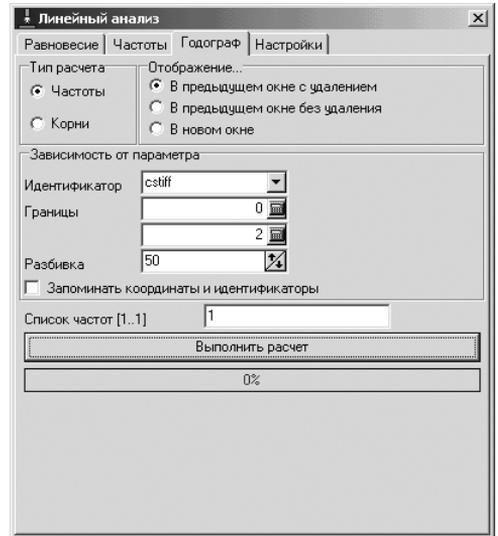

Рис. 1.50. Состояние диалогового окна **Линейный анализ** с открытой вкладкой **Годограф** и с введенными данными для параметра **ctstiff** (Коэффициент жесткости)
- установите в поле **Разбивка** число расчетов, равное 50. Нажмите на клавишу **Tab** два раза для перехода к кнопке **Выполнить расчет**. После этого диалоговое окно **Линейный анализ** будет выглядеть так, как показано на рис. 1.50;